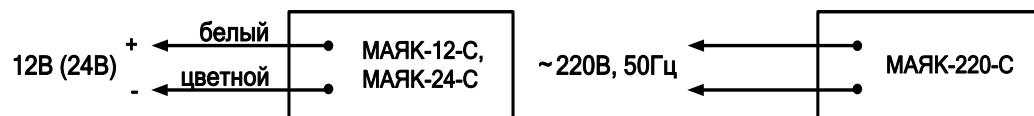

Рис. 1. Схема подключения
- 3.2. Подключение изделий должно выполняться в соответствии со схемой (рис. 1).